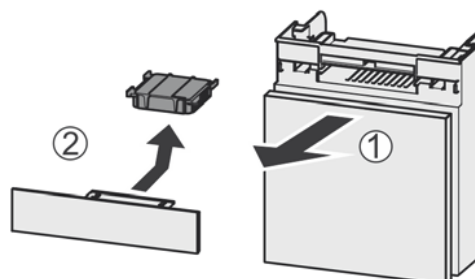

Fig. 82
- ▶ Вытянуть Fig. 82 (1) отделением движением вперед.
- ▶ Извлечение Fig. 82 (2) фильтра с активированным углем.